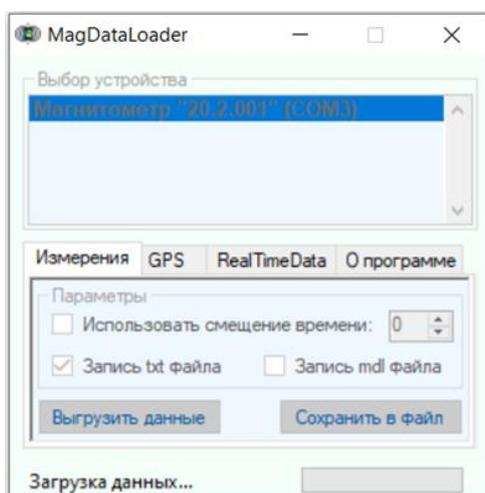

Рисунок 45 – Загрузка данных
5. Нажмите кнопку «Выгрузить данные», после чего программа произведет загрузку данных (рисунок 45) и появится диалоговое окно, в котором необходимо указать название и путь размещения сохраняемого файла.